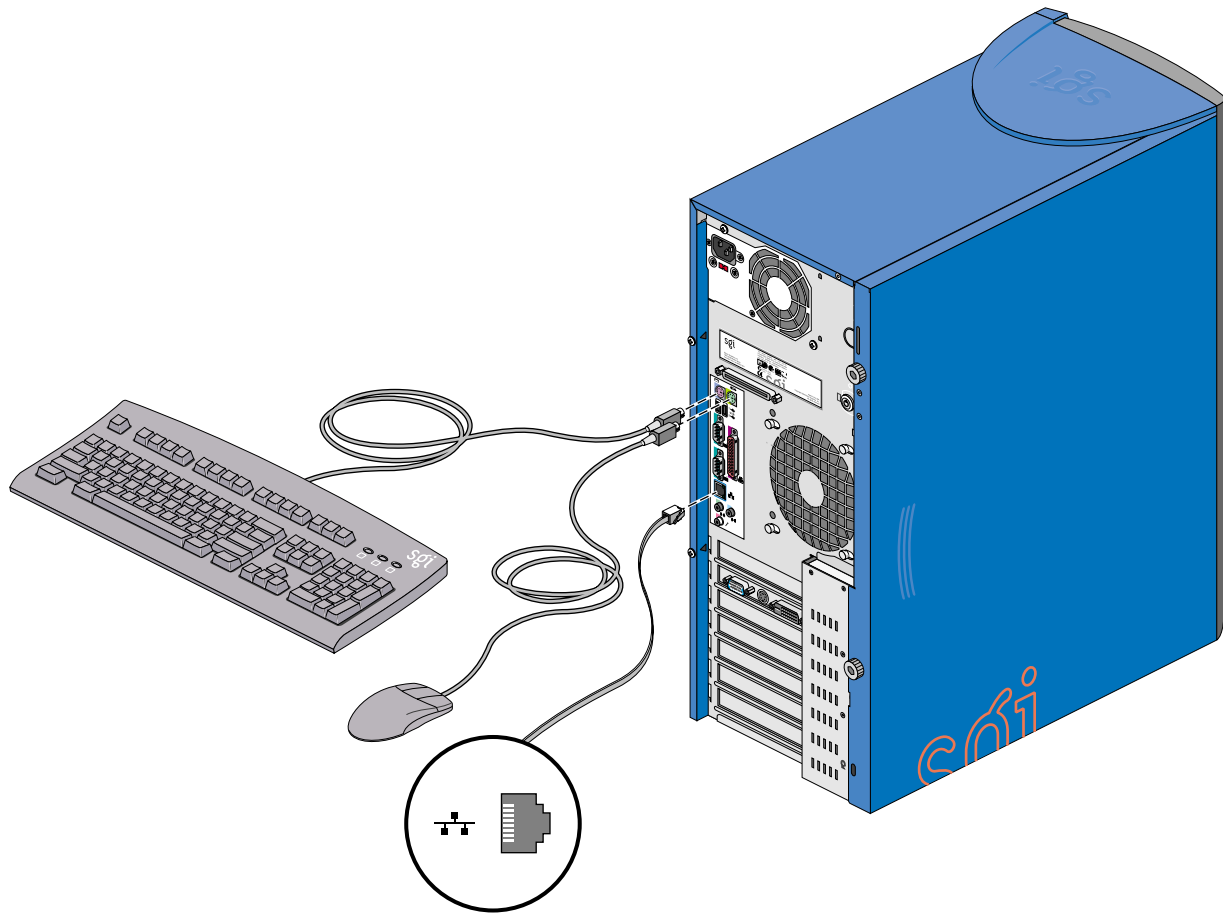

Figura 1-7 Conexión del teclado, el ratón y el cable de Ethernet
2. Conecte el teclado y el ratón al sistema como se muestra en la Figura 1-7.
3. Conecte el cable de Ethernet al sistema como se muestra en la Figura 1-7. El puerto Ethernet integrado está diseñado para utilizarlo con redes Ethernet 10-Base-T o 100-Base-TX y selecciona la velocidad adecuada de forma automática.